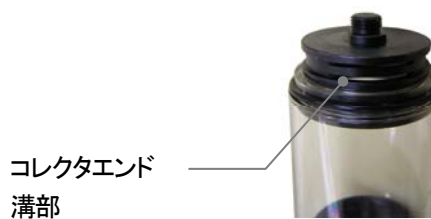

図7-12
- (2)コレクタエンドキャップを外すとコレクタサイレンサが見えますので 手で外し、エアガン等でエアを吹付け 清掃してください。洗浄する場合は、薄めた中性洗剤で洗い、しっかり乾燥させてから使用してください。
(3)コレクタエンド溝部も エアガン等でエアを吹付け 清掃してください。(図7-12)